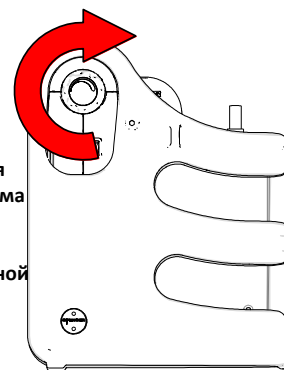

Fig. 20
2. Закройте трубку, затем отрегулируйте уровень вакуума в диапазоне от 50 до 550 мм рт. ст., повернув ручку вакуумного регулятора по часовой стрелке для увеличения и против часовой стрелки для уменьшения вакуума (fig. 20). Для подтверждения настройки отпустите и снова закройте клапан.